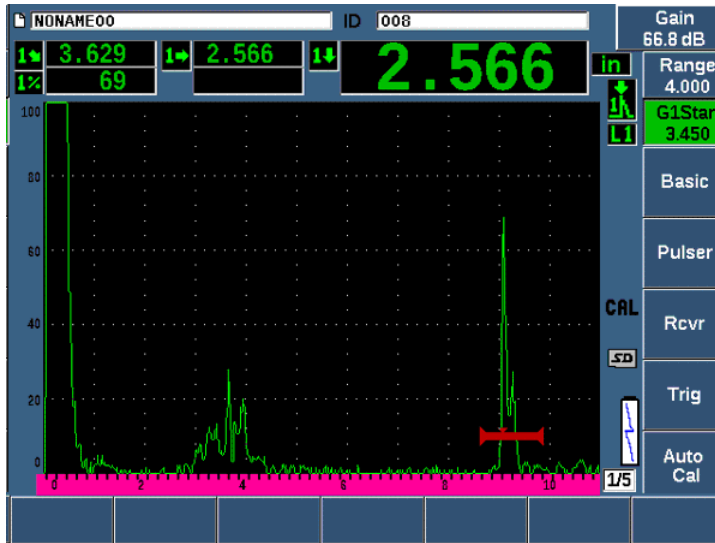

Figura 9-28 Esempio di un segnale rilevato dal gate per la taratura della velocità
- Regolare il valore in modo che corrisponda allo spessore noto dell'indicazione rilevata dal gate (in questo esempio 0,500 in.) e in seguito premere **Continua** per continuare la seconda fase di taratura (vedere Figura 9-28 a pagina 208).